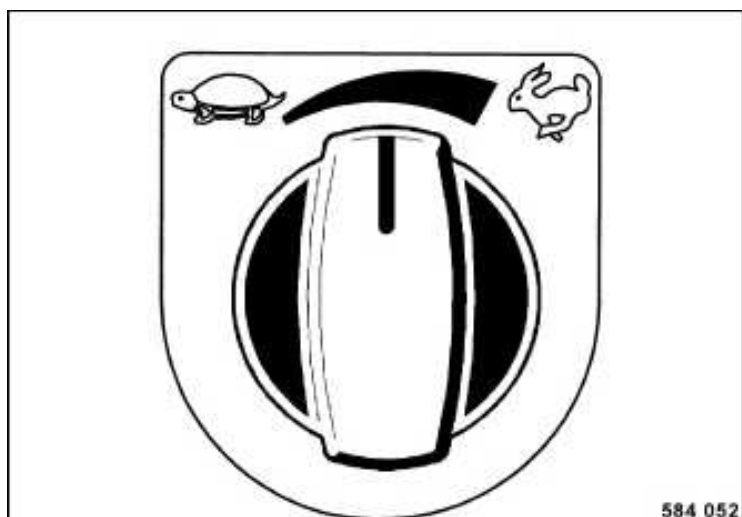

Fig. 78
- Preseleccionar la máxima velocidad de marcha (Fig. 78).